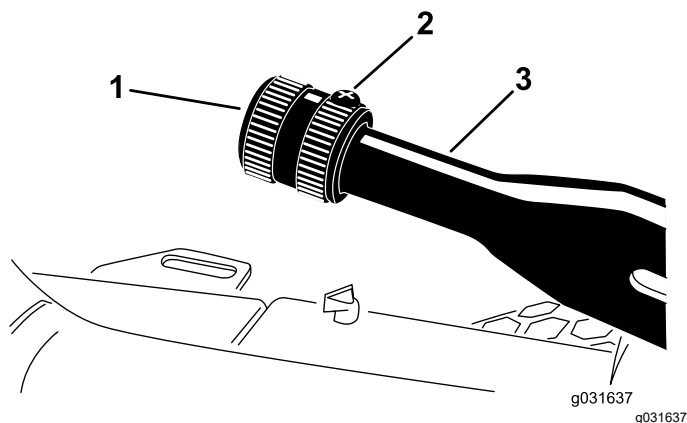

図 54
1. 調整ノブをブレーキレバーに固定している固定ねじをゆるめる 図 54。